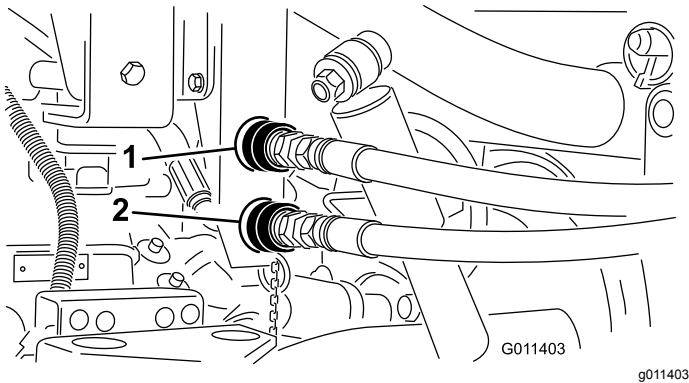

**Bild 16**
2. Schließen Sie an Fahrzeugen mit Seriennummern 240000001 und höher die zwei Hubzylinderschläuche von den Schläuchen ab, die an der Kupplungshalterung angeschlossen sind (Bild 16). Setzen Sie